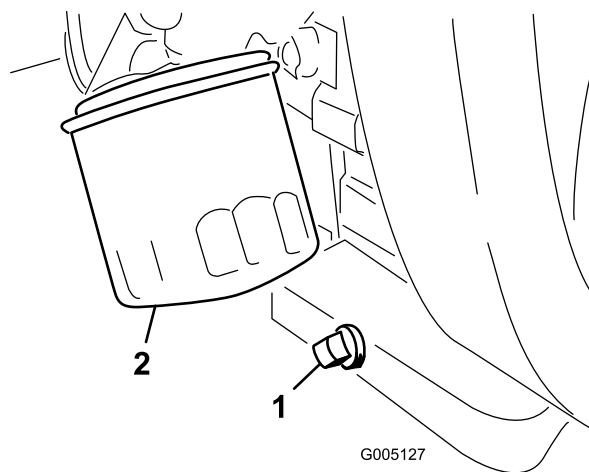

Figura 43
- Togliete il tappo di spurgo (Figura 43) e lasciate defluire l'olio in una bacinella. Quando l'olio cessa di defluire, rimontate il tappo.
- Togliete il filtro dell'olio (Figura 43). Spalmate un leggero strato di olio pulito sulla nuova guarnizione del filtro.